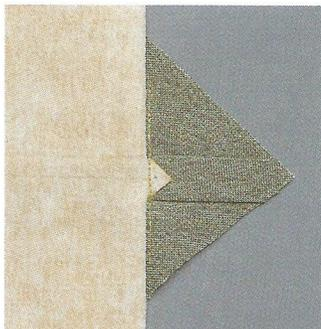

Abb. 9
- Die kleinen Dreiecke durch eine Geradnaht Länge 1. befestigen (Abb. 9).